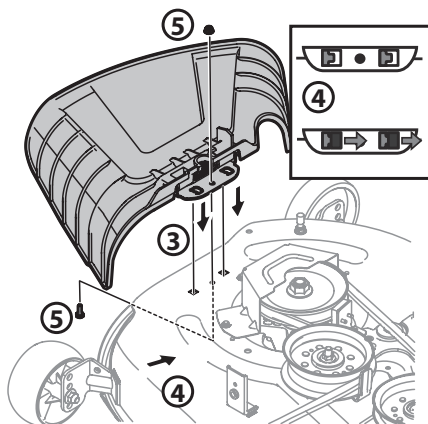

Figura 11
3. Ubique el deflector del canal en la plataforma, asegúrese de insertar las lengüetas de dicho deflector en los orificios de la plataforma. Consulte la Figura 11.
4. Deslice el deflector del canal hacia la parte posterior del tractor hasta que el orificio del perno que está en el deflector del canal quede alineado con el orificio de la plataforma. Consulte la Figura 11.
5. Sujete el deflector del canal en su lugar con la tuerca de seguridad con brida y el tornillo hexagonal que se extrajeron en el paso dos. Ajuste hasta 102-124 pulgadas-libras (11.5-14 N-m). Consulte la Figura 11. Pase a Ajuste de las Ruedas de la Plataforma.